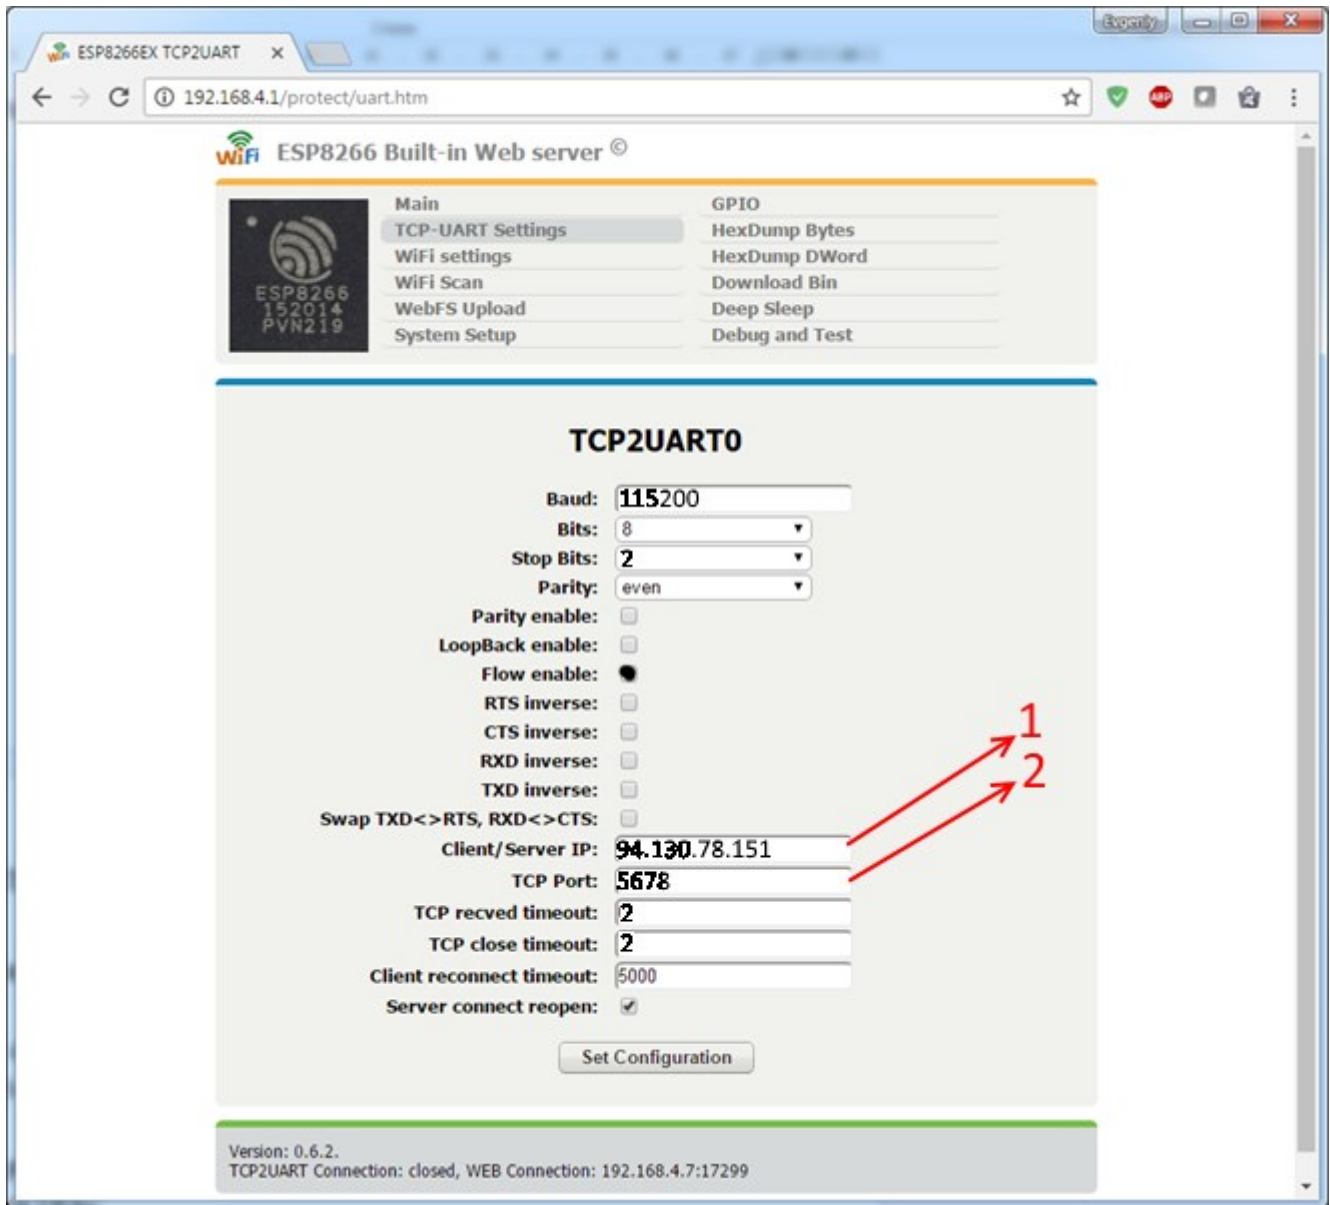

Рисунок 6 – Настройка подключения устройства
Для использования автоматике с удаленным сервером необходимо открыть «TCP-UART Settings», рисунок 6, и указать адрес сервера в пункте «Client/Server IP» (1), порт сервера 5678 в пункте «TCP Port» (2).